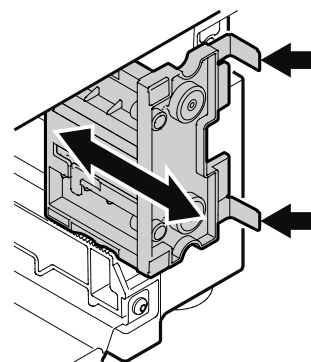

Figure 23
5. La face avant des équerres est à fleur avec l'avant de la grille de ventilation. Régler les supports de manière appropriée (**Figure 23**).